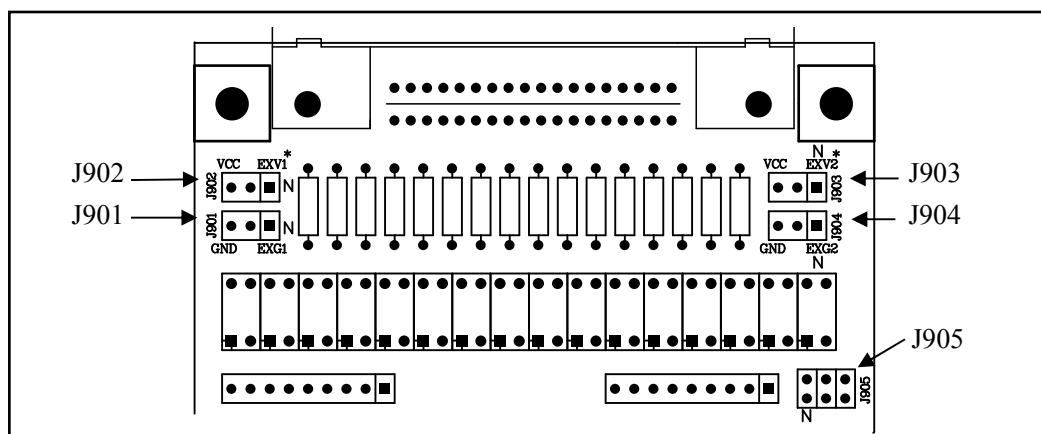

图 9-9 跳线在 HANDLER 板上的位置
HANLER 接口板上的跳线用来选择分选输出信号及控制信号是使用内部电源还是外部电源，并根据电源电压选择触发信号 (TRIG) 的限流电阻。表 9-5 是对每个跳线 (J901-J905) 的描述，它们在接口板上的位置如图 9-9 所示。
- ☞**提示：**在表 9-5 和图 9-9 中，“N”表示出厂时默认的跳线设置。
在图 9-9 中, J901 和 J902 用于选择分选输出信号的电源, J903 和 J904 用于选择控制信号的电源, J905 用于选择触发限流电阻。